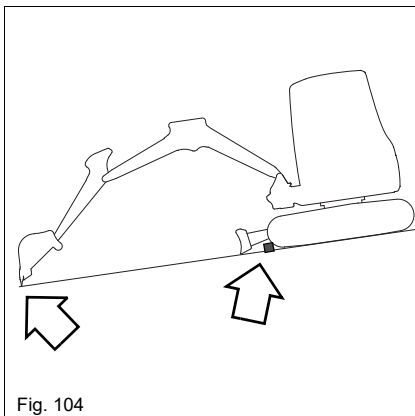

Fig. 104
- Proteger o veículo com calços (ver Fig. 104).